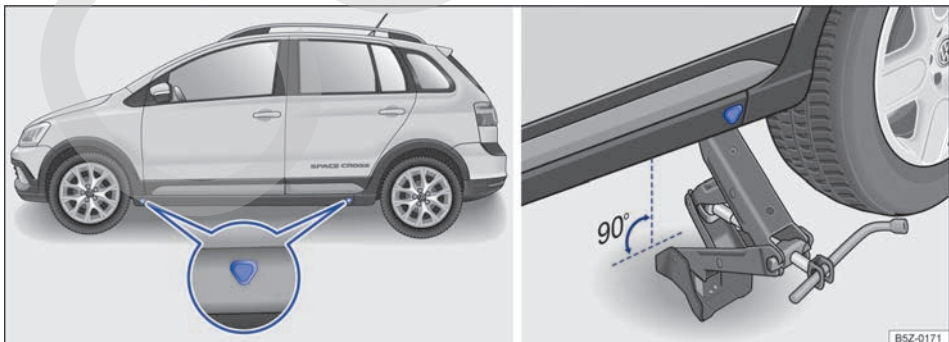

Fig. 164 Puntos de apoyo del gato y gato posicionado atrás en el lado izquierdo trasero del vehículo.
El gato únicamente puede ser posicionado en los puntos de apoyo indicados (marca en la carrocería) ⇒ fig. 164. Es válido el punto de apoyo ubicado próximo a la rueda correspondiente ⇒ ▲.
6. Busque debajo del vehículo el punto de apoyo del gato ⇒ fig. 164 más cercano a la rueda que debe cambiar.
8. Garantizar que la base del gato, con toda su superficie, esté sobre el piso y que la base se encuentre perpendicularmente por debajo del punto de colocación ⇒ fig. 164.
9. Alinear el gato y, simultáneamente, levantar la garra del gato hasta que se encaje en el travesaño debajo del vehículo ⇒ fig. 164.
- Posicionar el gato únicamente en los puntos indicados. La garra del gato debe encajarse en el perfil del larguero de forma segura ⇒ fig. 164.